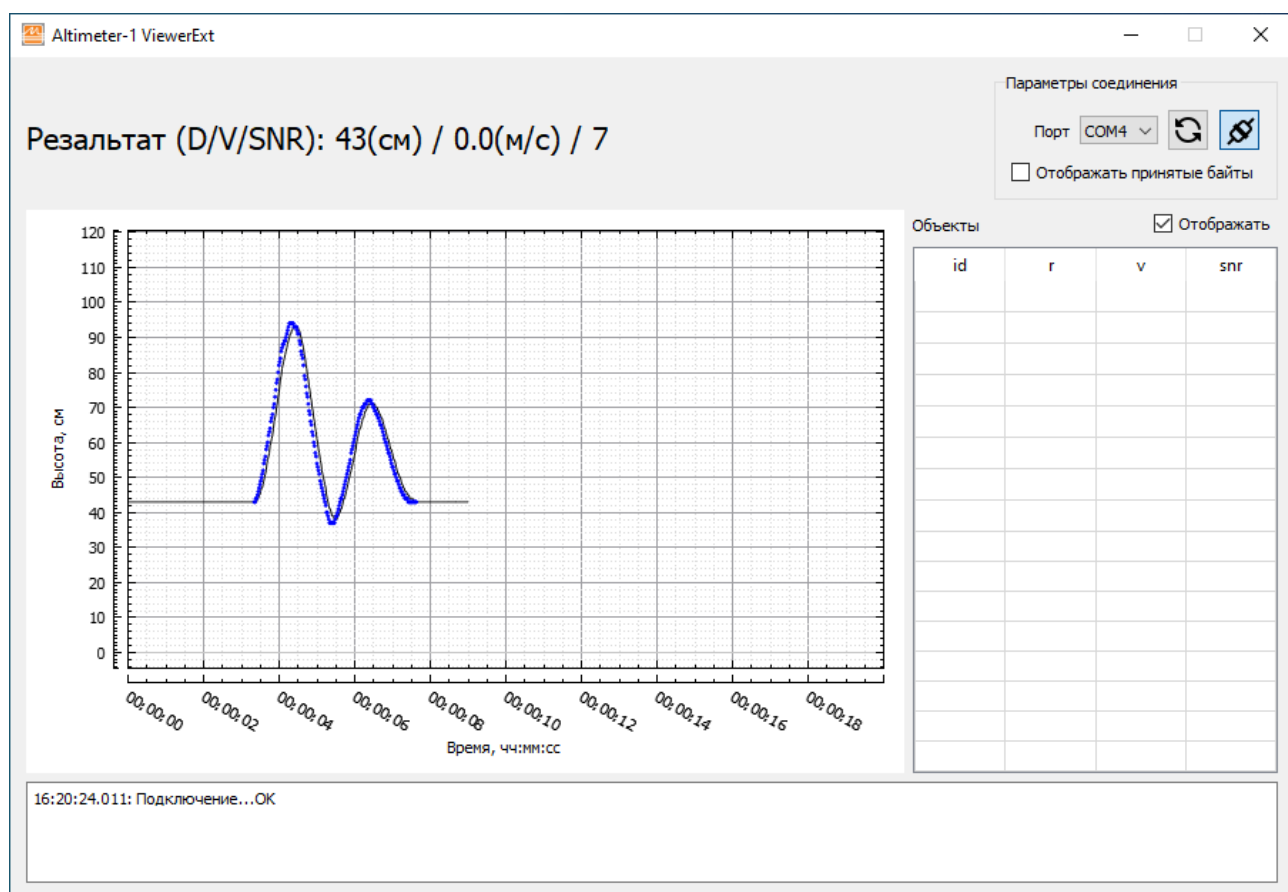

Рисунок 2.3 – Внешний вид окна программы Altimeter-1 Viewer Ext
- запустите программу Altimeter-1 Viewer Ext (рисунок 2.3);
- для отображения отметок дальности до обнаруженных объектов установите галочку в поле «Отображать» (рисунок 2.3);